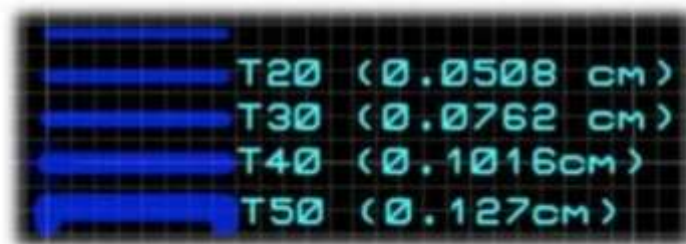
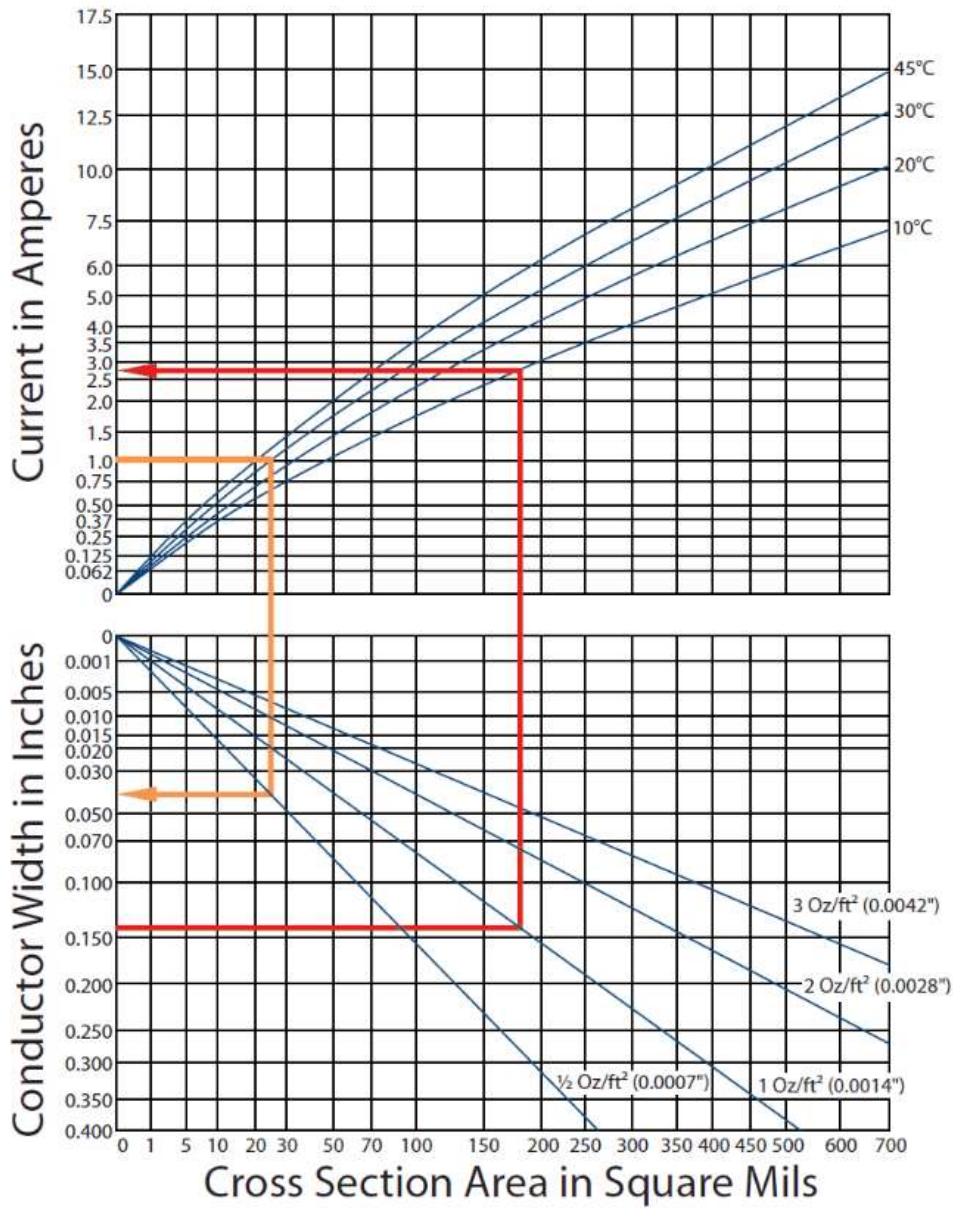

Figura 6. Recomendaciones del tamaño de las pistas.
Figura 7. Nomograma de la normativa IPC-2221, apéndice B.
- Realice la comparación del tamaño de las pistas, utilizando la tabla de la figura 6, y el nomograma de la normativa IPC-2221 en la figura 7.